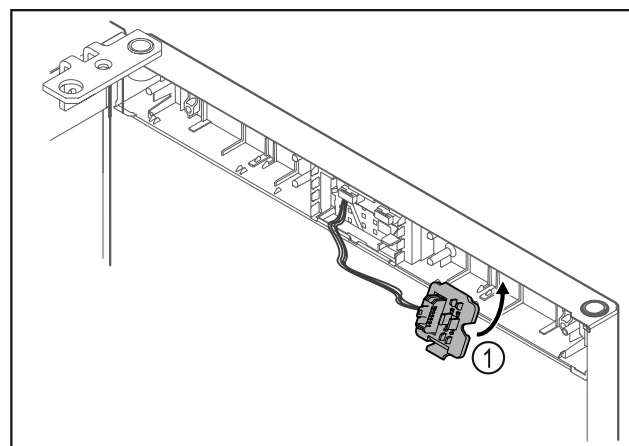

Fig. 16
- Zaklapněte držák zástrčky Fig. 16 (1) na protilehlé straně.*